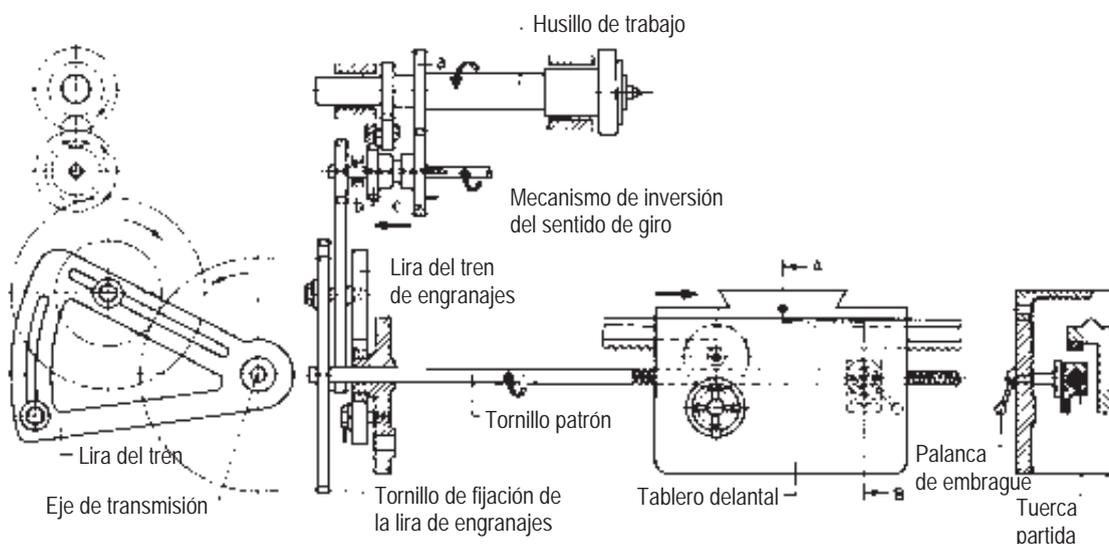

Fig. 17
- c) Si los dos pasos de rosca no son del mismo sistema de medida, la tuerca partida del tornillo patrón debe permanecer siempre acoplada y el carro debe ser llevado a su posición de origen del roscado haciendo funcionar la máquina con contra-marcha (Fig. 17).